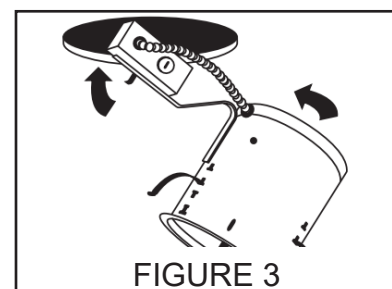

FIGURE 3
Étape 3. Enfoncer le boîtier à travers l'ouverture du plafond de sorte qu'il soit au ras de ce dernier (Fig. 3). Pousser les attaches de rétention vers l'extérieur jusqu'à ce que chaque languette d'attache s'enclenche en position.